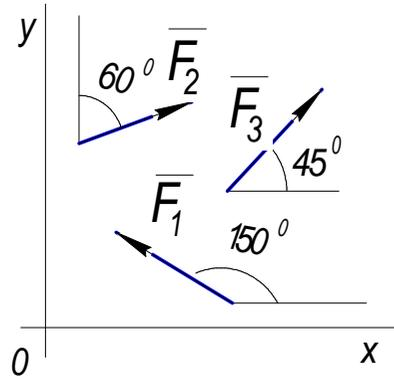
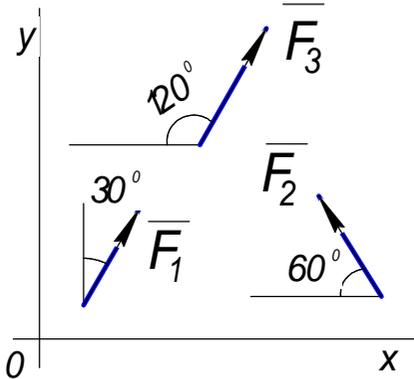

Рис.1.2.
Рис.1.3.
- 1.6. Чему равны проекции сил на ось  $OX$  (рис.1.2, рис.1.3.)?